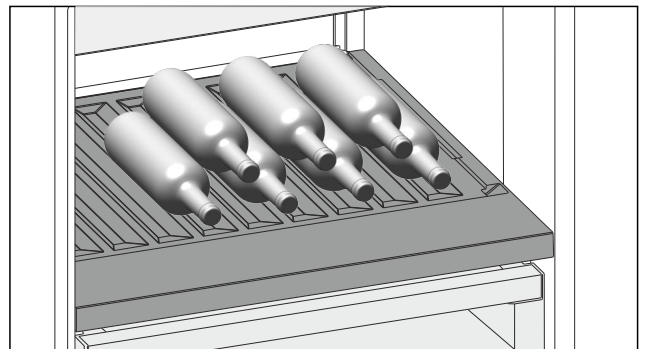

Fig. 145
- ▶ Поставяйте бутилките с дъното назад към задната стена. (виж Fig. 145)